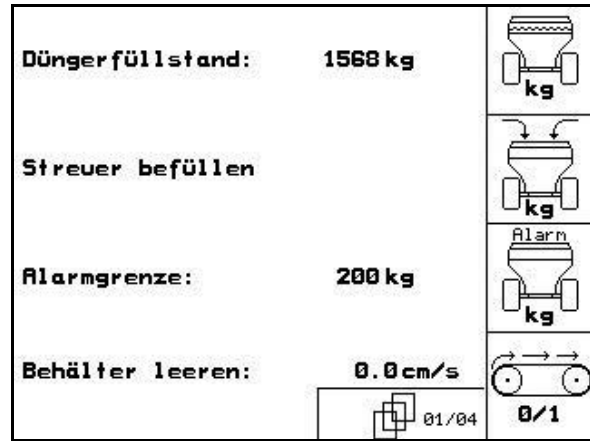

Fig. 51
- Makina verileri menüsünde Birinci sayfa  (Fig. 51).